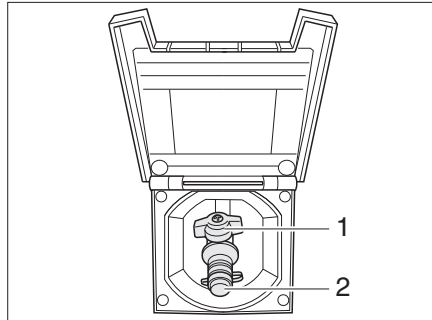

Bild 176 Externer Gasanschluss, Gasabsperrventil geschlossen
Der externe Gasanschluss (Bild 176) befindet sich je nach Modell am Heck oder auf der linken bzw. rechten Fahrzeugseite.
- Externes Gasgerät an der Anschluss-Stelle (Bild 176,2) anschließen.
- Das Gasabsperrventil (Bild 176,1) öffnen.